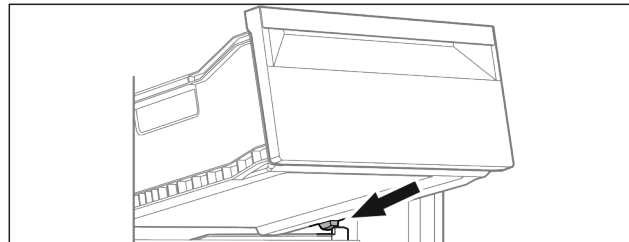

Fig. 12
- ▶ Schubfach schräg hinter den Stopperrn auf die Behälterrippe aufsetzen Fig. 12 (1).